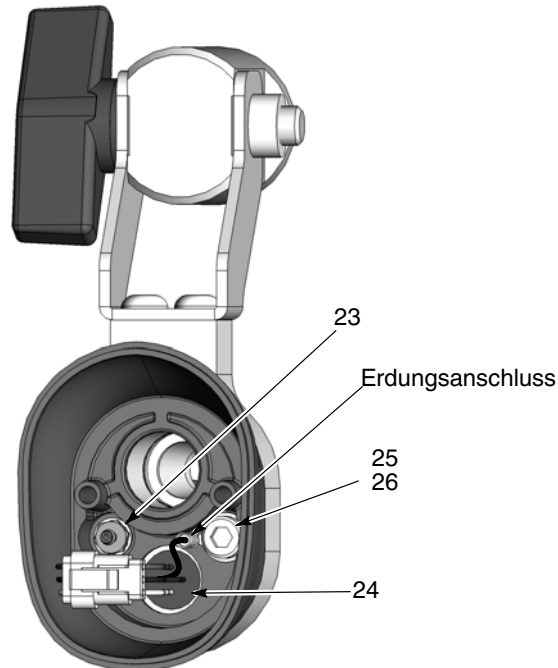

Abb. 7-3 Pistole zerlegen – Kabelbuchse und Schlauchsteckanschluss ersetzen
5. Einen kleinen Schlitzschraubendreher in den Schlitz an den Kabelbaumsteckern stecken und den Buchsenkabelbaum (24) vom Netzteilkabelbaum trennen.
6. Siehe Abbildung 7-3. Den transparenten Elektrodenspülluftschlauch vom Schlauchsteckanschluss (23) im hinteren Gehäuse abnehmen.
- a. Siehe Abbildung 7-3. Mit einem 4-mm-Innensechskantschlüssel die Innensechskantschraube (25) und Unterlegscheibe (26) entfernen und den Erdungsanschluss trennen.
- g. Siehe Abbildung 7-3. Den Erdungsanschluss mit der Innensechskantschraube und Unterlegscheibe (25, 26) an der Abschlusskappe befestigen.
16. Siehe Abbildung 7-3. Den Elektrodenspülluftschlauch an den Schlauchsteckanschluss und das Netzteilkabelbaum an den Buchsenkabelbaum anschließen.